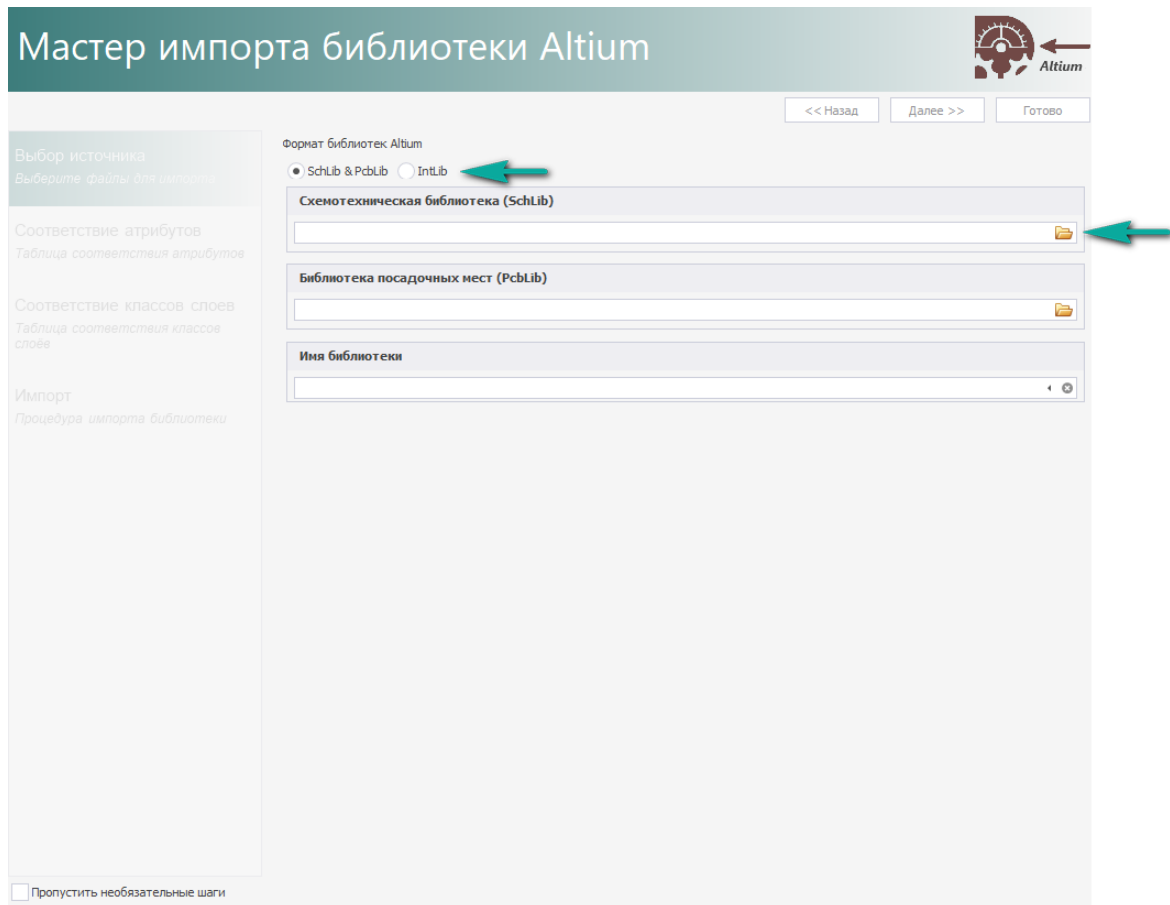

Рис. 6 Выбор формата и файлов импортируемой библиотеки
2. В поле «Формат библиотек Altium» выберите какой именно файл будет импортирован (Рис. 6): схемная библиотека вместе с библиотекой посадочных мест (\*.SchLib & \*.PcbLib) или уже скомпилированная библиотека символов, библиотека посадочных